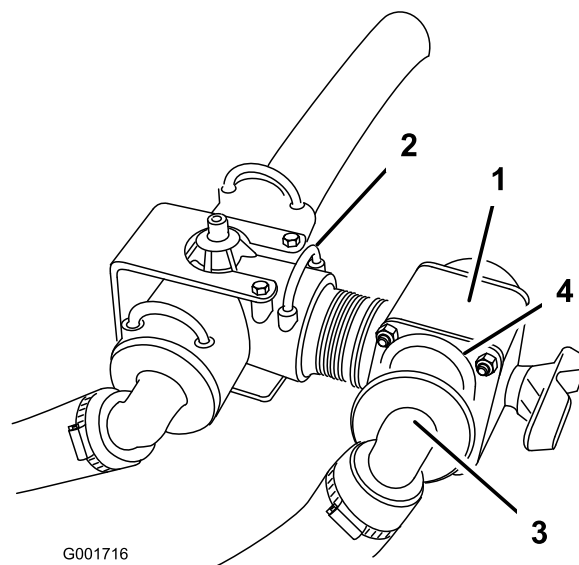

Bild 9
4. Setzen Sie das neue Regelventil in den nach hinten zeigenden offenen Port am Zufuhr-T-Anschluss und befestigen es mit einer Befestigungsgabel (Bild 9).
6. Schließen Sie den Zufuhrschlauch des Auslegers am offenen Port des Regelventils an und befestigen ihn mit der vorher entfernten Befestigung (Bild 9).